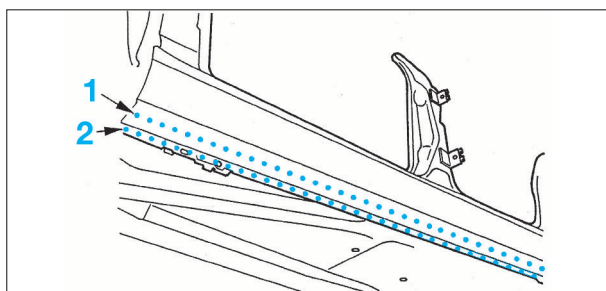

FIG. 56
- Souder par points bouchons (1) (Fig.56) avec le même procédé.
- Souder à la pointeuse électrique (2).